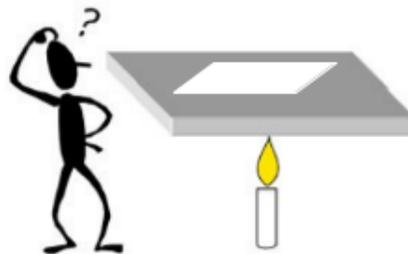

Figura 4.8: Uma pequena mágica
6. Na situação retratada na figura 4.8, a superfície metálica está colocada entre a chama da vela e uma folha de papel. A folha de papel está posicionada, portanto, na parte superior da chapa metálica, com a chama da vela aquecendo a parte inferior. Em contato direto com a folha de papel, a chama da vela conseguiria queimá-la sem dificuldades. Com a chapa metálica interposta entre o papel e a chama, isso não acontece. Por quê?